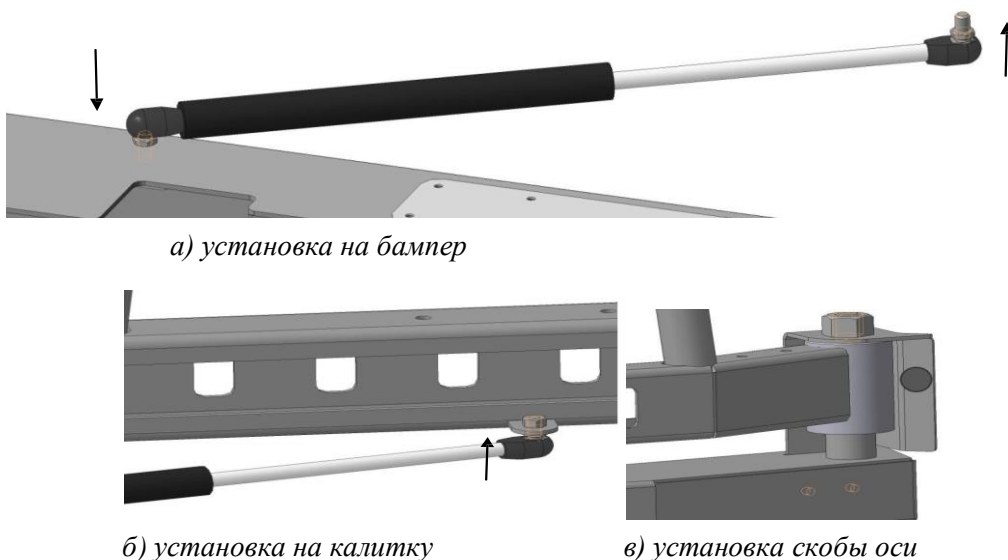

Рис. 9 (а, б, в) Установка газового упора и скобы оси
- а)** Установить газовый упор в отверстие на бампере (наконечник направлен вниз), как указано на рисунке (рис.9.а). Затянуть.
- б)** Раскрыть калитку до предела, без установленной скобы оси. Установить газовый упор на проушину калитки (наконечник направлен вверх) рис.9 б. Затянуть гайку самоконтрящуюся М8.